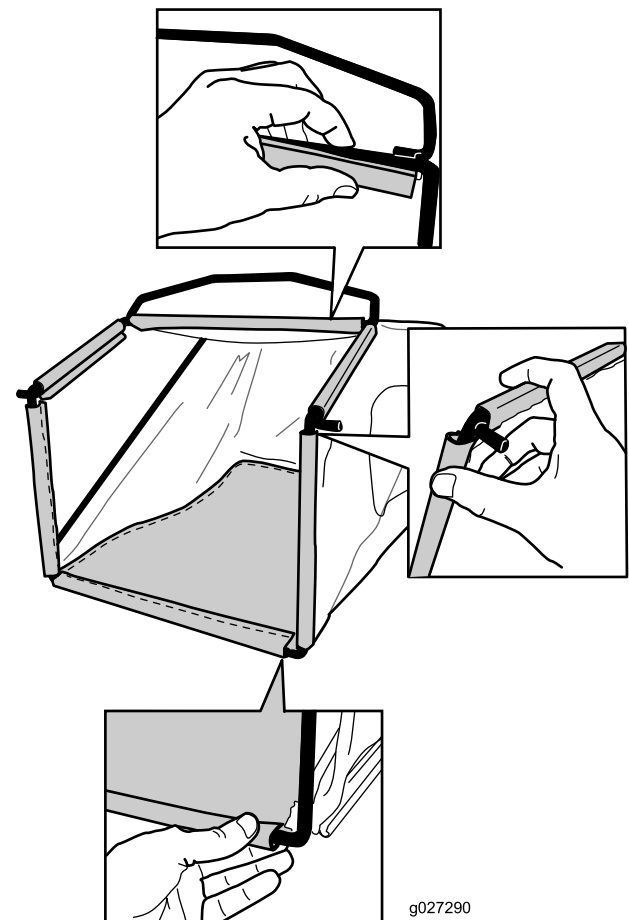

Figura 9
3. Agganciate i canali superiore e laterali del cesto rispettivamente sulla parte superiore e quelle laterali del telaio (Figura 9).